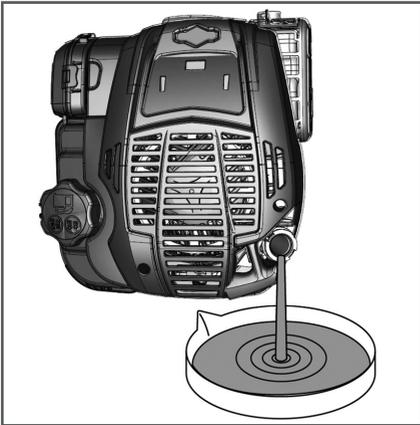

Рис. 18 Слив масла с двигателя
6. Вместе с помощником наклоните мотокультиватор в сторону рабочих рукояток так, чтобы емкость для слива отработанного масла находилась под маслозаливной горловиной и слейте отработанное масло через маслозаливную горловину в подготовленную для этого емкость (Рис. 18).